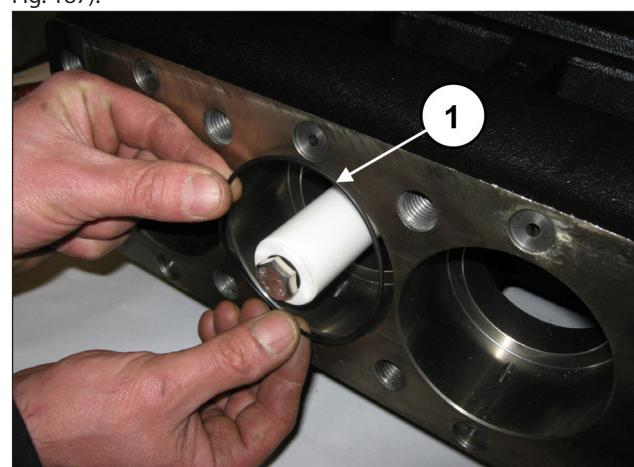
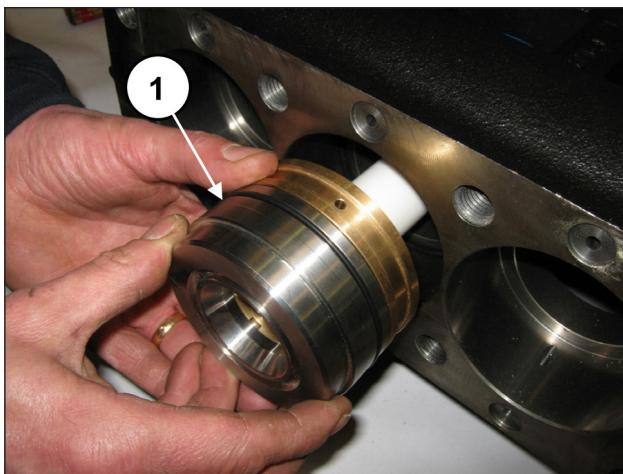

Fig. 186
Fig. 187
Placer le joint torique à l'intérieur du carter de pompe (rep. ①, Fig. 186), puis l'ensemble chemise-support des joints (muni du joint torique) préalablement assemblé jusqu'en butée (rep. ①, Fig. 187).